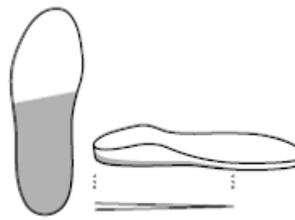
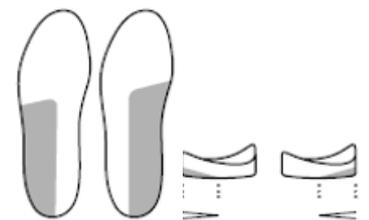

Abb. 1: Fersenerhöhung bis 5 mm
Abb. 2: Außen-/Innenranderhöhung
- Nachdem das Material abgekühlt ist, kann das Aufbaumaterial an der Schleifmaschine zu einem Fersenkeil (Abb. 1) oder einer Innen- oder Außenranderhöhung (Abb. 2) verschliffen werden. Das Material sollte nach vorn zu den Mittelfußköpfchen auf 0 mm auslaufen (Abb 2).